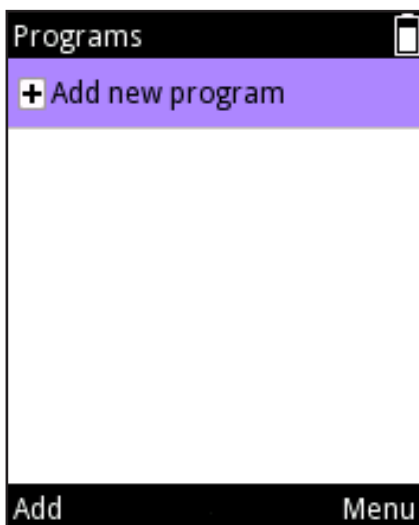

Abb. D37.
2. Scrollen Sie zu **Add new program** (Neues Programm hinzufügen), und drücken Sie  (**Add**) (Abb. D37).